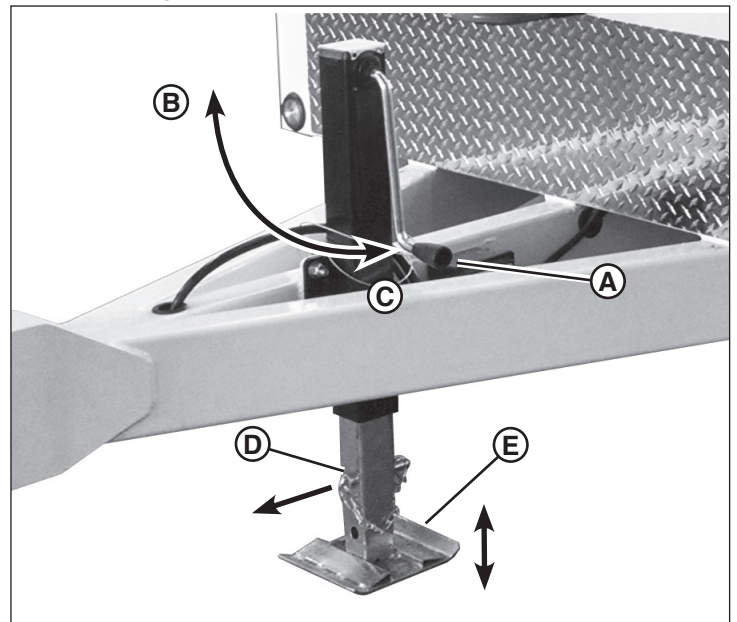

Figure 9
- Tourner la poignée du vérin (A, Figure 9) dans le sens horaire (B).
- Tourner la poignée du vérin (A, Figure 9) dans le sens antihoraire (C).
2. Enlever la goupille (D, Figure 9) qui retient le pied du vérin (B) au vérin de flèche.